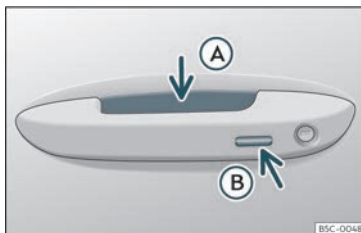

Fig. 73 Maneta de la porta: superfícies sensorials
»» **fig. 73**
- Agafeu la maneta d'una de les portes davanteres. Quan ho feu, toqueu la superfície sensora»» fig. 73 A (fletxa) de la maneta i es desbloquejarà el vehicle.
- Toqueu *un cop* la superfície sensora de bloqueig»» fig. 73 B (fletxa) de la maneta d'una de les portes davanteres. La porta de la maneta que s'acciona ha d'estar tancada.
- Toqueu *un cop* la superfície sensora >>> **fig. 73 B** (fletxa) de la maneta d'una de les portes davanteres. El vehicle es bloqueja amb el sistema de seguretat "Safe" >>> pàg. 103. La porta de la maneta que s'acciona ha d'estar tancada.
- Toqueu *dues vegades* la superfície sensora >>> **fig. 73 B** (fletxa) de la maneta d'una de les portes davanteres per bloquejar el vehicle sense activar el sistema de seguretat "Safe" >>> pàg. 103.
- Premeu el botó de tancament  del comandament a distància i toqueu una vegada, dins dels 5 segons següents, la superfície sensora de bloqueig de la maneta de la porta del conductor >>> **fig. 73 B**. No agafeu la maneta de la porta perquè, si ho feu, el vehicle no es bloquejarà. També és possible dur a terme la desactivació si es bloqueja el vehicle a través del pany de la porta del conductor.
Per **tancar amb la funció de confort** totes les finestretes elèctriques, mantingueu un dit durant uns segons sobre la superfície sensora de bloqueig»» **fig. 73 B** (fletxa) de la maneta de la porta fins que s'hagin tancat les finestretes i el sostre.
Les superfícies sensores de les manetes de les portes podrien activar-se en rebre un raig d'aigua o de vapor a gran pressió en el cas que hi hagués alguna clau del vehicle vàlida a la zona pròxima. Si almenys una de les finestretes amb alçavidres elèctric està oberta i s'activa la superfície sensora »» **fig. 73 B** (fletxa) d'una de les manetes de
- **O BÉ:** toqueu *dues vegades* la superfície sensora situada a la part exterior de la maneta de la porta »» **fig. 73** .